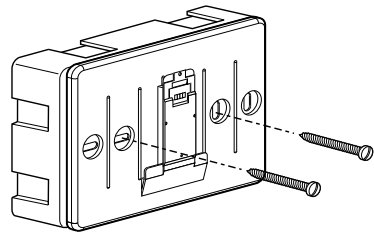

fig. 2
Azioni necessarie (fig.2):
- fissare la base dell'apparecchio alla scatola sulla parete, usando le viti fornite nel kit (fig.2),